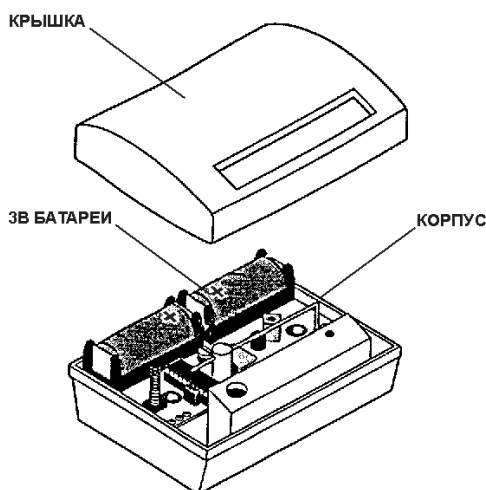

Рис. 4
- 2) Вставьте две 3В батареи, как показано на рис. 4 и установите на место крышку корпуса.